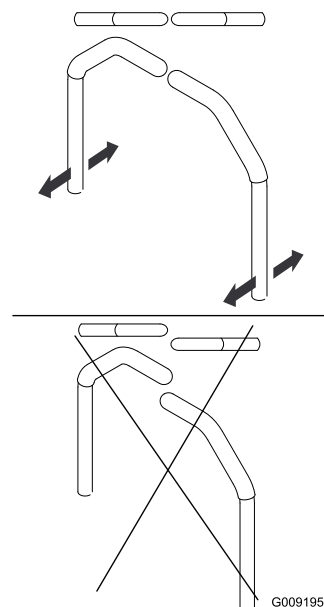

Figure 86
4. Réglez l'alignement avant/arrière des leviers en les plaçant simultanément à la position point mort puis faites-les coulisser jusqu'à ce qu'ils soient alignés, puis serrez les boulons (Figure 86).